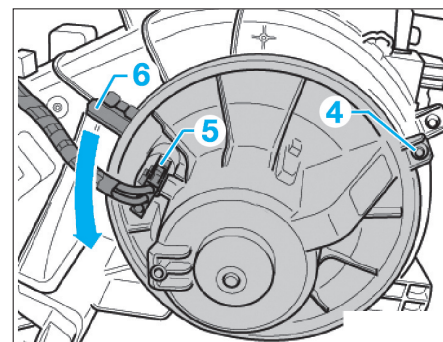

Fig. 28
- Déposer les vis (4) de fixation du motoventilateur (Fig.28).
- Débrancher le connecteur électrique (5).
- Déverrouiller le crantage (6), puis tourner le motoventilateur dans le sens de la flèche.